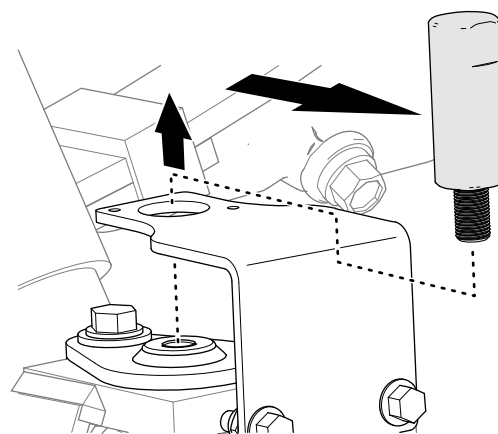

Figure 16
- Enlevez l'outil d'alignement (Figure 16).